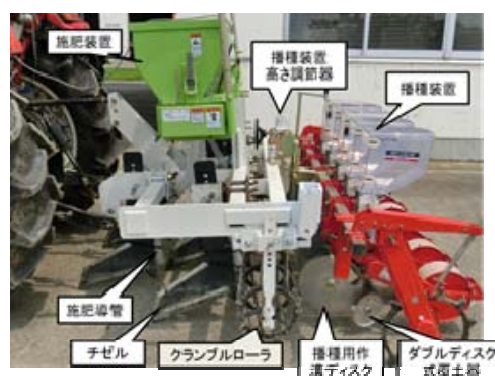

図1 開発機(5条用)の構造
1. 本機は、機体質量 450kg、長さ 1900×幅 1900×高さ 1300mm で、作物残渣の絡みにくいチゼル、碎土整地用のクランブルローラ、施肥装置、播種装置等で構成され、トラクタ3点リンクに直装します。チゼルや播種装置はユニットでメインフレームに装着され、着脱・移動が容易で、条間は 30~80cm(3~5条播種)の栽植様式に対応します(図1)。小麦の自脱コンバイン収穫跡(麦稈長 13cm 以下)では麦稈の前処理を行わなくても大豆の播種作業が容易に行えます。また、側条施肥機能付きの播種装置にすれば直下と側条施肥が同時に行えます。